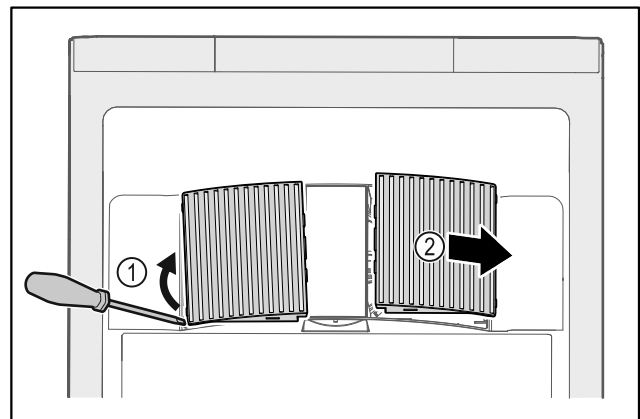

Fig. 141
- ▶ Lirk ut ventilatordekslene fra siden Fig. 141 (1), og ta dem ut forover Fig. 141 (2).